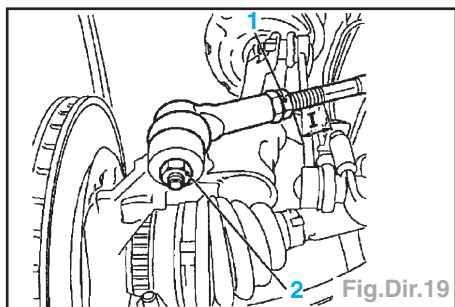

Fig.Dir.19
- Mesurer la longueur de filetage (1), desserrer le contre-écrou (1) et déposer l'écrou (2).
- Extraire la rotule à l'aide de l'outil KM-507-C et déposer la rotule (Fig.Dir.19).